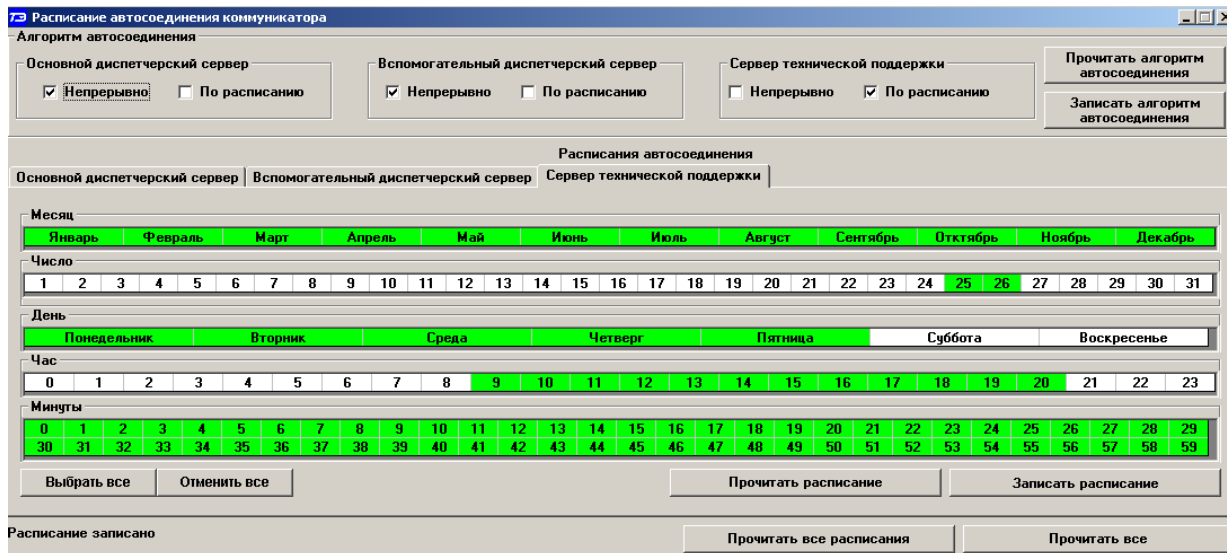

Рисунок 11 – Форма «Расписание автосоединения коммутатора»
- «Расписание автосоединения коммуникатора» (рисунок 11);
Параметр «Таймаут автосоединения» определяет период времени, с которым коммутатор будет пытаться устанавливать исходящие соединения с удаленными компьютерами при условии, что разрешен режим непрерывного автосоединения посредством формы «Расписание автосоединения коммутатора» (рисунок 11). Если параметр не установлен, то исходящие соединения возможны только по расписанию автосоединения, или по интерфейсному запросу через RS-485.